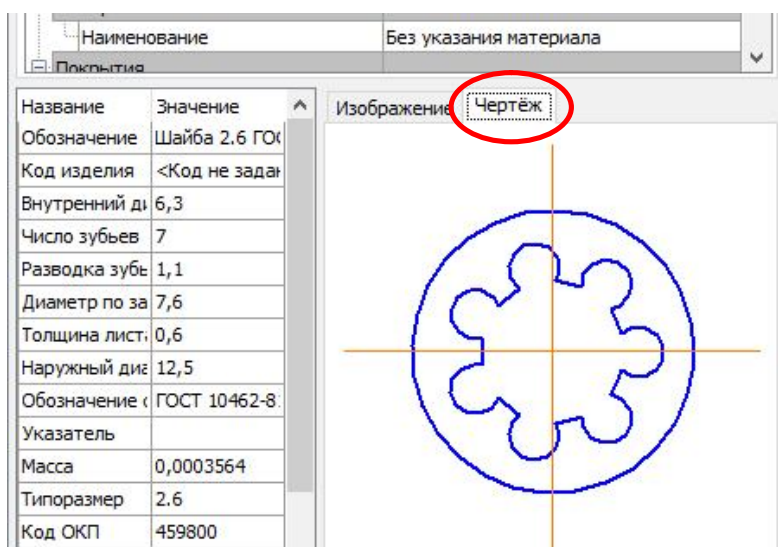

Рис. 4.44. Окно графического представления элемента
- В окне графического представления элемента откройте вкладку «Чертеж» (рис. 4.44).
- В окне графического представления элемента откройте вкладку «Чертеж» (см. рис. 4.44).